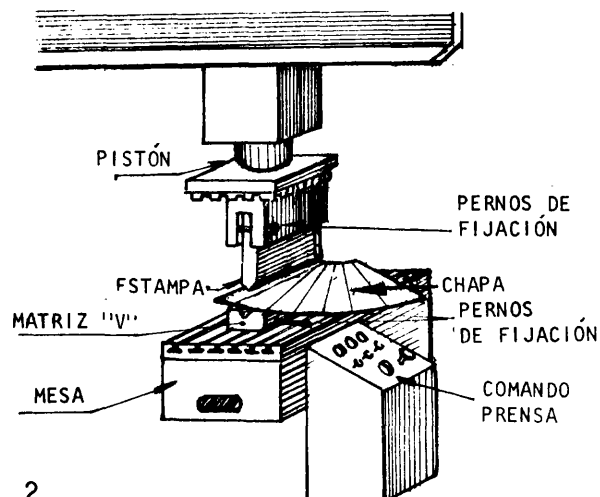

Fig. 2
- b Coloque el extremo de la chapa sobre la matriz en "V" (fig. 2).